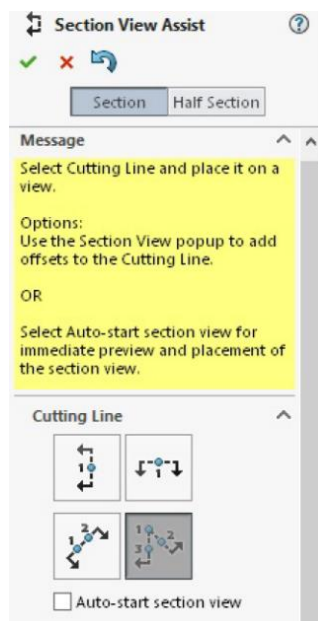

Рисунок 11.5 – Менеджер властивостей допоміжного інструмента розрізу
- д) Згенеруйте суміщений розріз за допомогою інструмента (рис. 11.5–11.7).
1. Виберіть інструмент **Section View** у **View Layout CommandManager** (Командний диспетчер компоновання видів); відкриється **Section View Assist PropertyManager** (Менеджер властивостей допоміжного інструмента розрізу) (див. рис. 11.5).